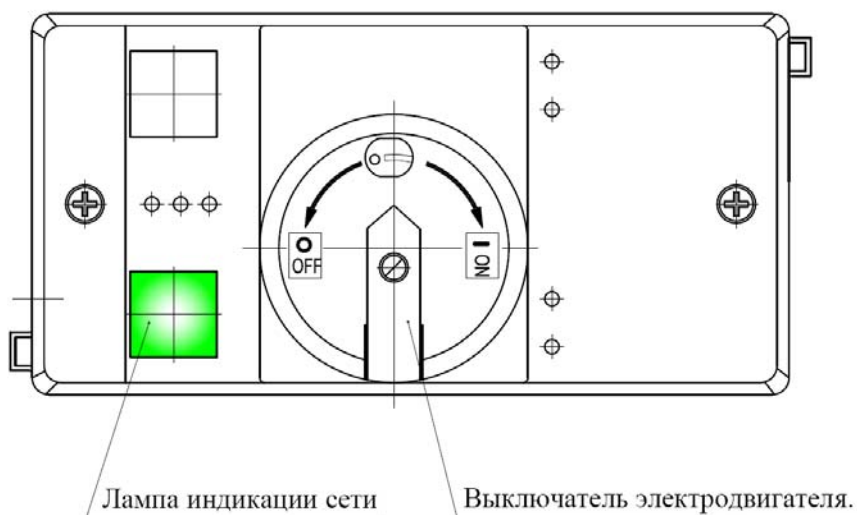

Рис.3 Блок защиты и управления.
- В задней части рамы установлена стойка поз. 5 - сварная конструкция, состоящая из рамы управления и каркаса ограждения, одна из труб которого служит траверсой при подъеме раздельщика. На каркасе ограждения установлен пластмассовый бак для воды поз. 8, который крепится при помощи резинового ремня. Сзади на стойке установлен блок защиты и управления электродвигателя поз.7 (см. рис. 3).